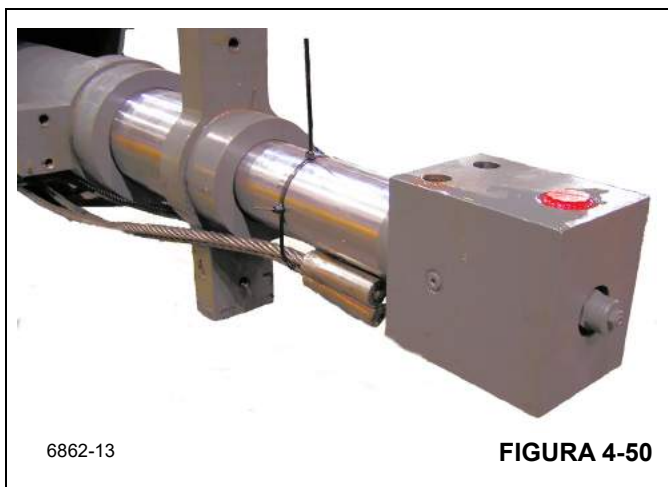

FIGURA 4-50
5. Para ayudar a la instalación de la sección de extremo en la sección central exterior, aplique lubricante a las superficies de contacto de la almohadilla de desgaste en la sección de extremo y fije los cables de extensión al cilindro telescópico (Figura 4-50).
- a. Gire el bloque de lumbreras como se muestra en la Figura 4-50.